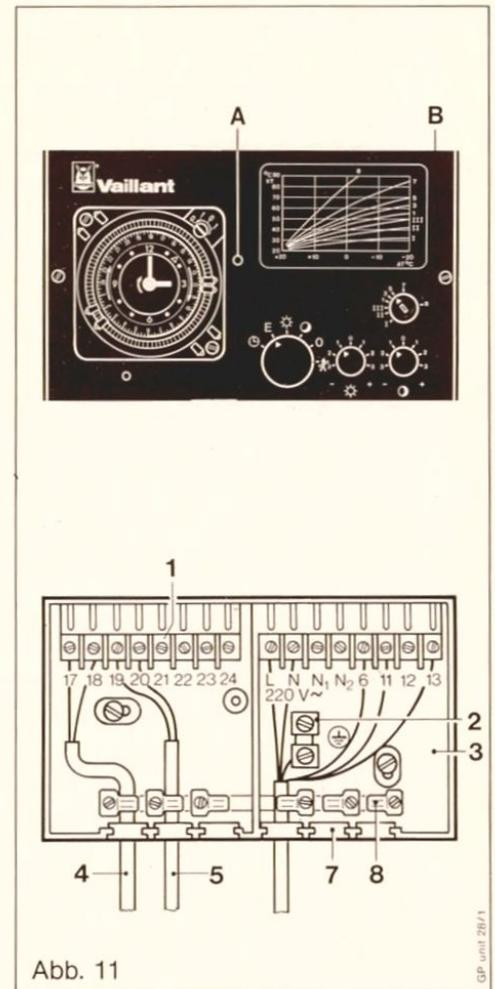

Abb. 11
Anschlußkabel (5) vom Außenfühler gemäß Abb. 11 an den Klemmen 19 und 20 der Klemmleiste (1) anschrauben.
Anschlußkabel (4) vom Vorlauffühler gemäß Abb. 11 an den Klemmen 17 und 18 der Klemmleiste (1) anschrauben.